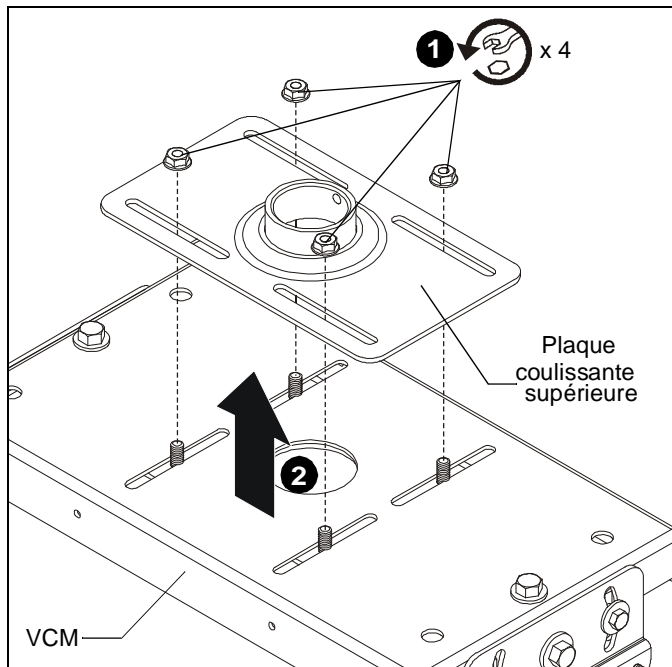

Figure 1
1. Retirez et **CONSERVEZ** les quatre écrous sur la partie supérieure du système de montage VCM (non fourni). (voir la Figure 1)
2. Retirez et mettez de côté la plaque coulissante supérieure. (voir la Figure 1)